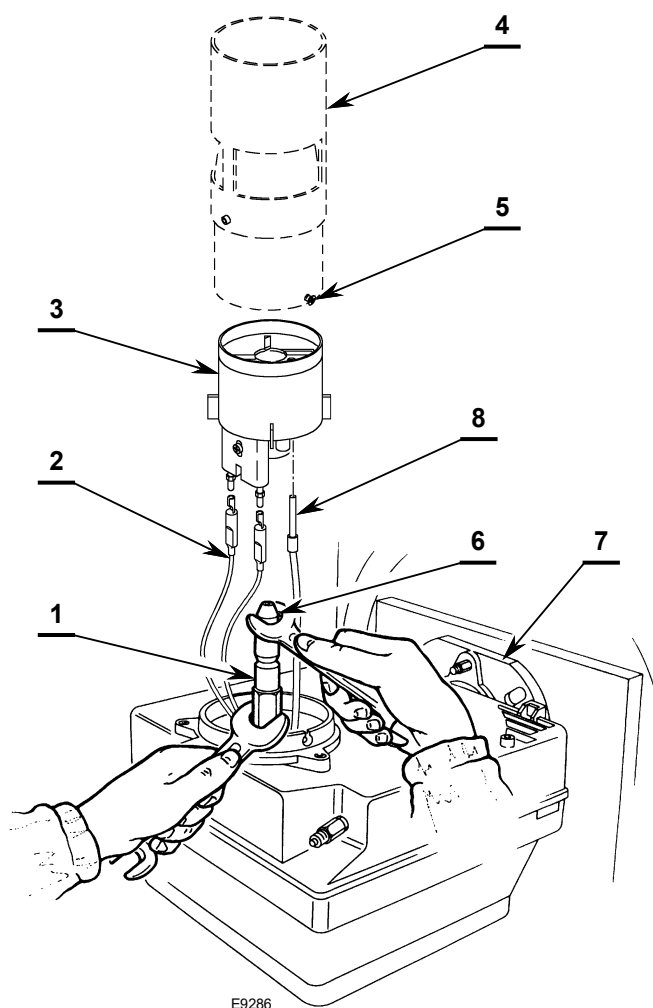

Fig. 14
- Enganchar el quemador a la brida 7) (Fig. 14), aflojar los tornillos 5), luego extraer el conjunto tubo llama 4).
- Aflojar el tornillo 4) (Fig. 14) para quitar el conjunto soporte del disco estabilizador 3) del conjunto portaboquilla 1).
- Desenroscar completamente el tornillo de fijación 4) (Fig. 14) per extraer la fibra óptica 8) del conjunto soporte del disco estabilizador 3).
- Sustituir y enroscar correctamente la boquilla 6) sujetándola como se muestra en la Fig. 14.